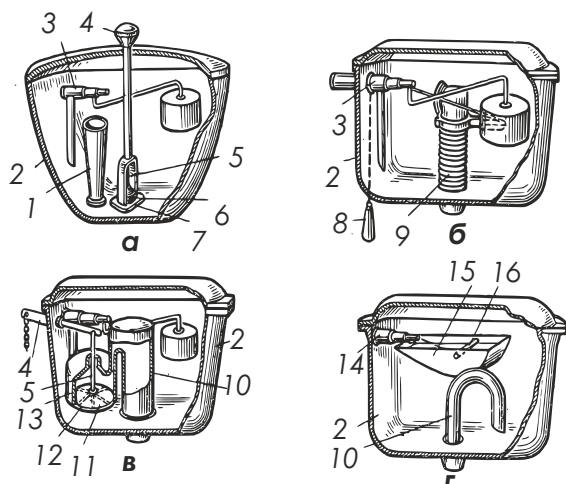

Рис. 41 - Змивні бачки:
**Змивний бачок з донним клапаном** (рис. 41, а) – низькорозташований, складається із корпусу 2 з кришкою. На дні корпусу встановлений перелив 1, що запобігає переповненню бачка, і сідло 7, що закривається гумовим клапаном 6 (грушею), яка тягою 5 з'єднана з кнопкою 4 пуску. Працює бачок наступним чином. При дії на кнопку 4 пуску тяга 5 з клапаном 6 підіймається і вода через сідло 7 поступає на змивання. Після зняття зусиллями кнопку клапан продовжує плавати по поверхні води, доки бачок не спорожниться. Після цього клапан опускається на сідло, закриваючи його.
**Бачок з гнучким сифоном** (рис. 41, б) має гофрований (гнучкий) пластмасовий сифон 9, з'єднаний ниткою з ручкою пуску 8. При натисканні на ручку пуску, сифон нахиляється і занурюється під рівень води, при цьому вода поступає в сифон і заряджає його.
**Бачок з поршневым сифоном** (рис. 41, в) має сифон з камерою 15, в якій розташований поршень 12 з гумовою шайбою 11. Поршень з'єднаний штоком з важелем пуску 4. При натисканні на важіль пуску поршень піднімається і виштовхує воду із камери в сифон 10, при цьому сифон заряджається і скидає воду із бачка в унітаз.
В корпусі **автоматичного змивного бачка** (рис. 41, г) установлені сифон 10 і ківш 15, який наповнюється через клапан 14. При наповненні ковша до певного рівню він повертається навколо осі і виливає воду в бачок. Після декількох перевертань бачок заповнюється до верху сифону, наступний ківш заряджає сифон і бачок спорожнюється. Подача води через клапан регулюється так, щоб бачок наповнювався за 15-20 хвилин.